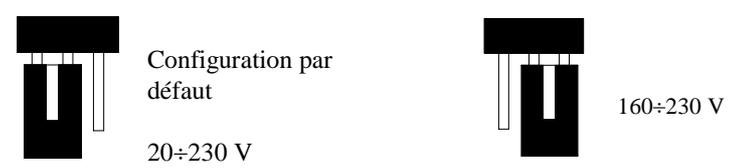

Fig. 4
**Cavaliers** (JP1...JP6 sur la carte) ils sélectionnent la plage de tension d'entrée acceptée sur **IN1...IN6** (Fig. 4)